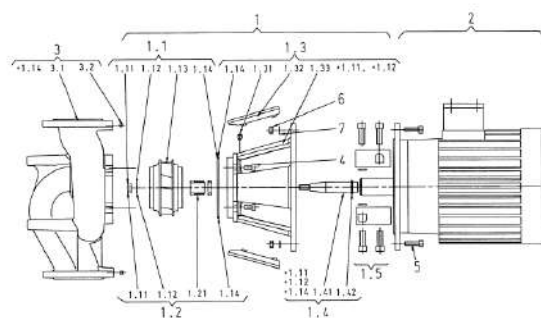

Рисунок 7. Насос IL
ВНИМАНИЕ! В системах с изоляцией трубопроводов допускается изолировать только корпус насоса, а не фанар или мотор (рисунок 7,8,9, поз.1.3-2).
- Удалить воздух из насоса отвинтив винт для его удаления (рисунок 7,8,9, поз.1.31).
поставляемые запасные части (см. рисунок 7, 8, 9):